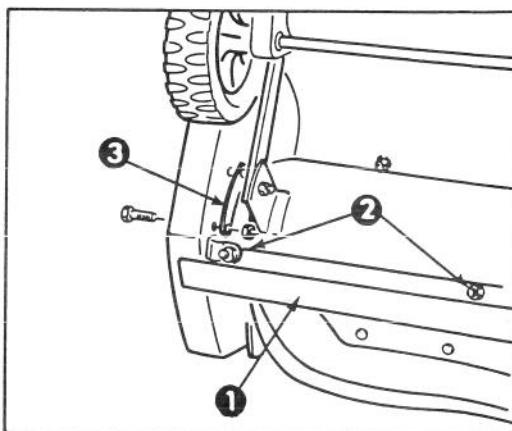

Fig. 13
4. Rimovete 2 viti e dadi che reggono il supporto inferiore dello chassis all'armatura laterale (Fig. 13 e 14).
5. Inclinete la macchina sul fianco. Togliete i controdadi e le viti che tengono la lama d'usura in posizione (Fig. 13). Togliete la lama e il supporto inferiore dello chassis.